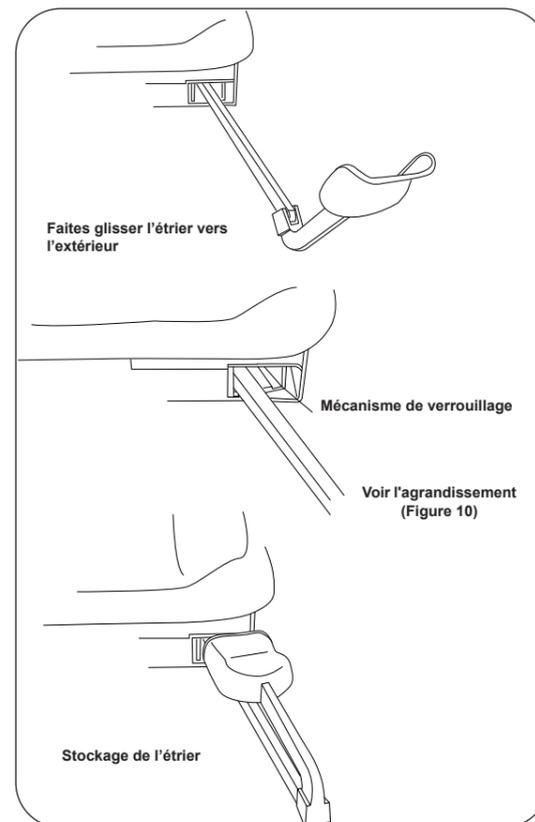

Figure 9. Étriers
1. Pour actionner les étriers, saisissez-les par leur extrémité et tirez-les hors de la table (Figure 9). Soulevez-les légèrement tout en les faisant glisser vers l'extérieur.
2. Lorsque la position souhaitée est atteinte, abaissez l'étrier pour enclencher le mécanisme de verrouillage latéral (Figures 9 et 10).